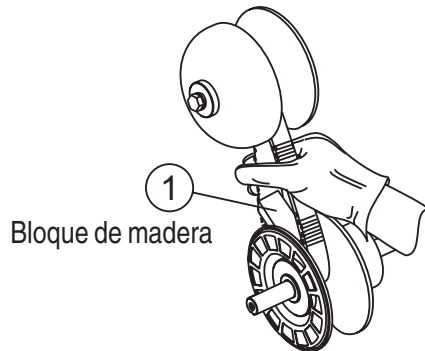

Figura 18. Mantenga abierta la polea inferior
3. **Inserte** el bloque entre el lado móvil y lado fijo de la polea inferior 3/4" X 1" X 3-1/4". Consulte la Figura 18. Este bloque ayudará a mantener la polea inferior abierta mientras instala la banda nueva.